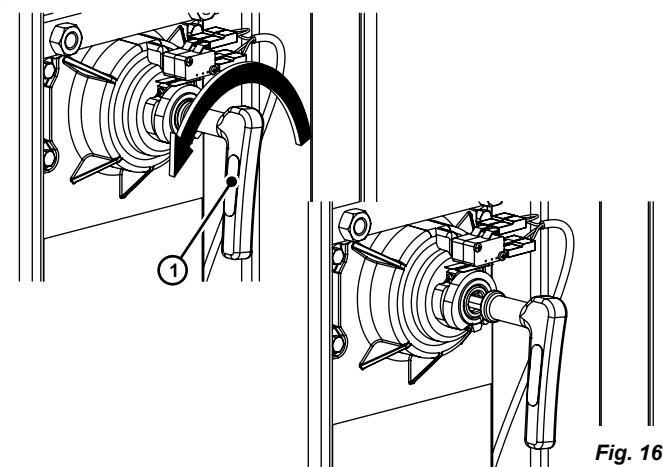

Fig. 16
3. Inserire la chiave di sblocco, fig. 16 rif. ①, nel foro del dispositivo di sblocco.